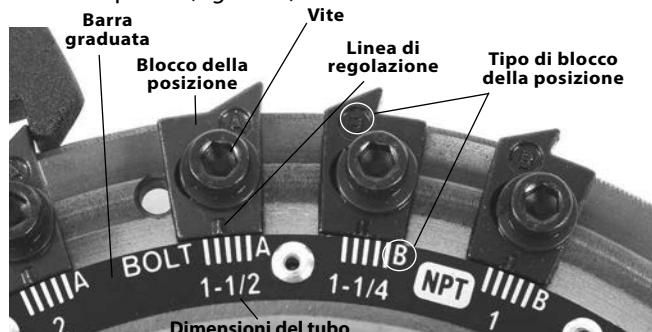

Figura 15 – Regolazione della dimensione della filettatura
- Accertarsi sempre che il tipo di blocco della posizione corrisponda (Figura 15).